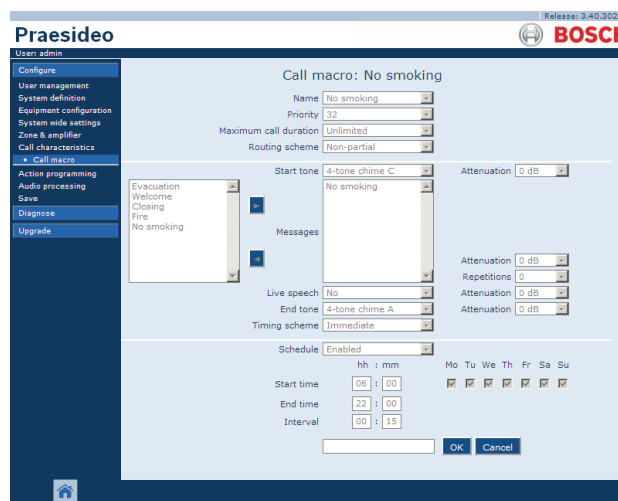

Abb. 46.3: Neues Ansagemakro erstellen, Schritt 2
- 2 Klicken Sie auf die Schaltfläche *Add*, um ein neues Ansagemakro hinzuzufügen. Im Mainframe der webbasierten Benutzeroberfläche erscheint ein Bildschirm, der dem in Abb. 46.3 ähnelt.